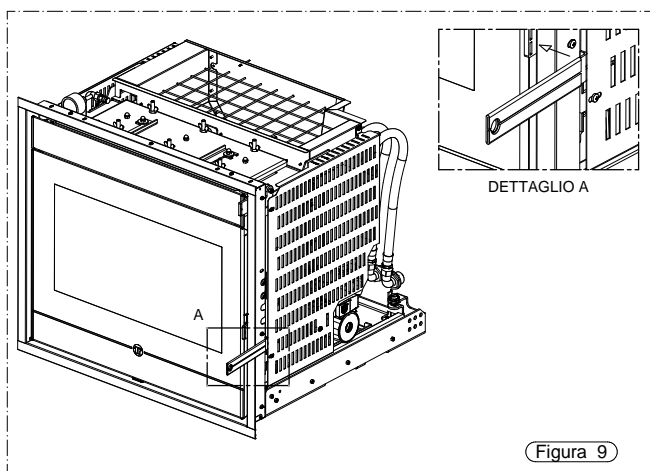

Figura 9
- Aprire la porta con l'apposita maniglia (Figura 9).